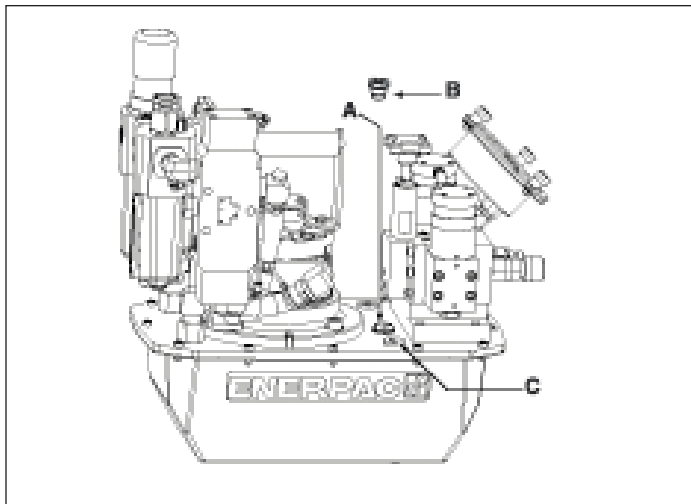
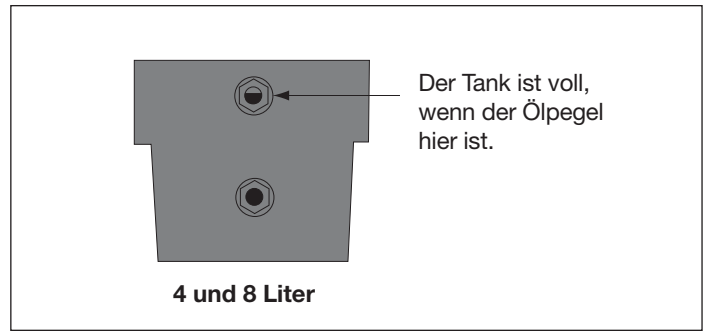

Abb. 2, ZA4T Einbau des Entlüfters
Abb. 4
4.1 Behälter-Entlüfterkappe (siehe Abb. 2)
Überprüfen Sie den Ölpegel der Pumpe vor dem Start. Geben Sie nötigenfalls Öl hinzu, indem Sie den Stöpsel SAE Nr. 10 von der Abdeckplatte entfernen (siehe Abb. 2). Der Behälter ist voll, wenn der Ölpegel im Sichtglas bis nach oben geht. (Abb. 4).
Überprüfen Sie den Ölpegel der Pumpe vor dem Starten und fügen Sie nötigenfalls Öl hinzu, nachdem Sie die Einfüllöffnungskappe entfernt haben. Achten Sie immer darauf, dass die hydraulischen Schlüssel vollständig zurückgezogen sind, bevor Sie Flüssigkeit im Behälter hinzufügen. Siehe Abb. 2
6. Füllen Sie den Behälter mit sauberem Enerpac-Hydrauliköl. Der Behälter ist voll, wenn der Ölpegel sich in der Mitte des Sichtfensters befindet (siehe Abb. 4).